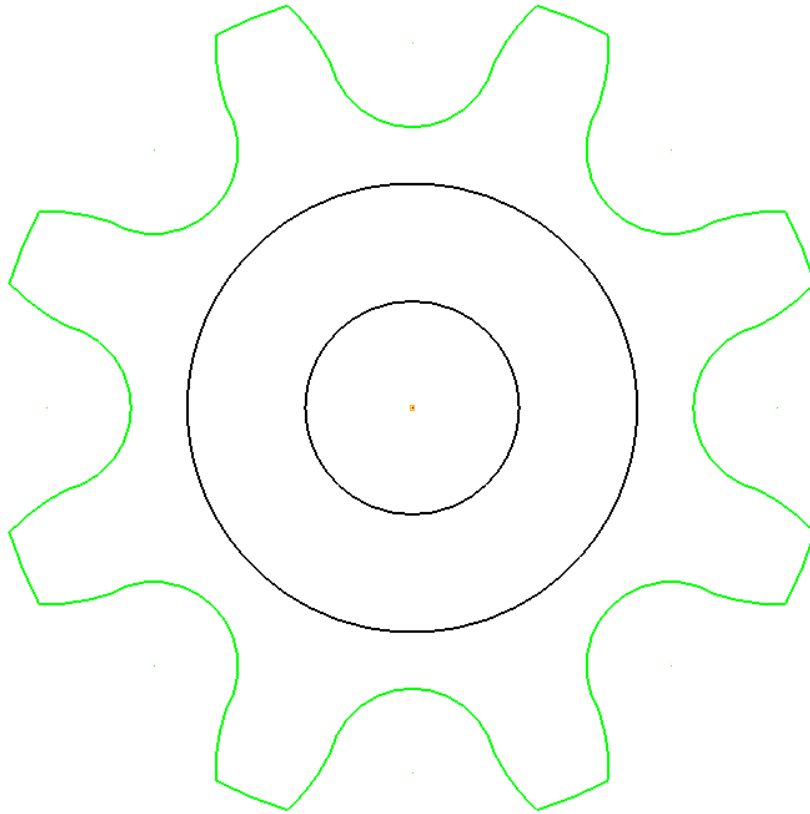

Figura 2.52 Curva compuesta.
- Como el perfil de los dientes es una trayectoria cerrada, la curva compuesta se creará manteniendo pulsada la tecla Alt y haciendo clic sobre un elemento de la curva (Figura 2.52).